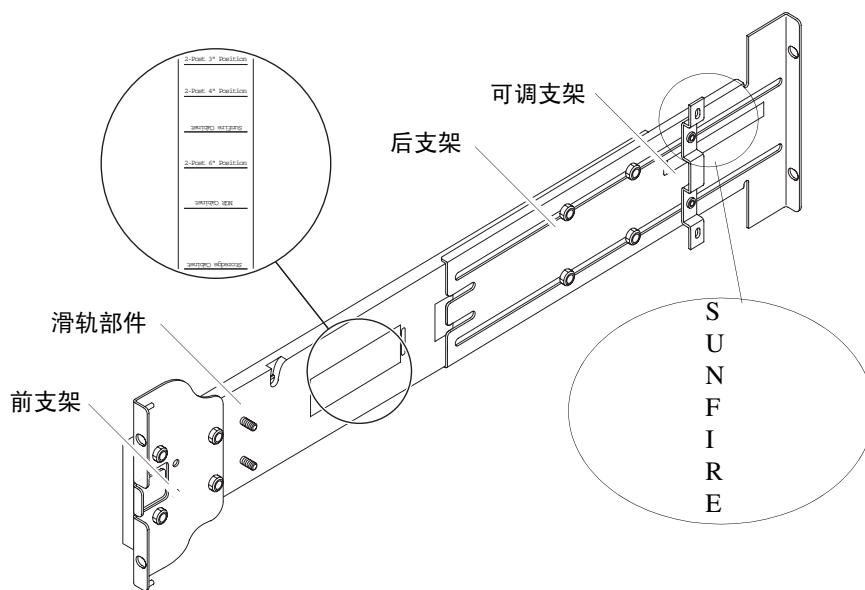

图 1-1 导轨部件（标准配置）
每个导轨部件由四个组件组成（图 1-1）：
调整后支架或可调支架的位置可以改变部件的长度。滑轨部件和后支架的金属框架上标明了适于各种特定机柜的支架位置。图 1-1 显示了这些标记的位置。
1. 拧下用于固定可调支架的螺母，并取下可调支架（图 1-1）。